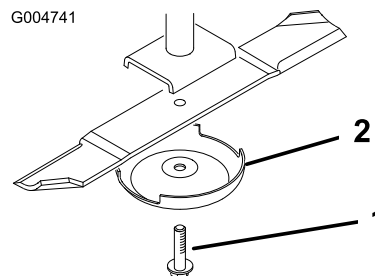

Figure 117
3. Enlevez le boulon, la coupelle de protection et la lame de l'axe de pivot (Figure 117).